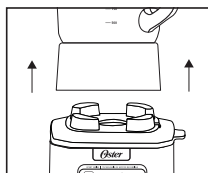

Fig. 19
1. Levante el vaso y sepárelo de la base, retire la tapa y vacíela. (Fig. 19)